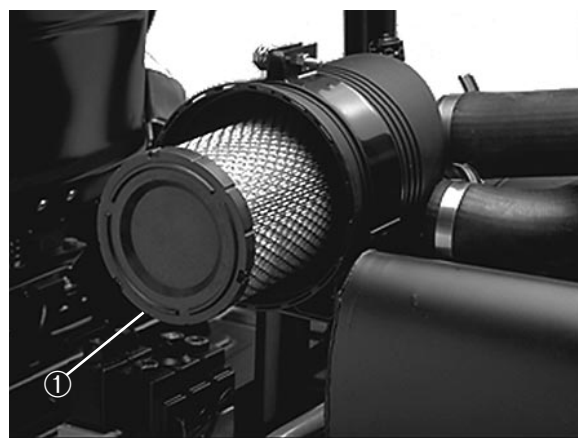

Fig. 33
2. Estrarre con cautela il filtro principale (Fig. 33) dal corpo per ridurre la quantità di polvere disturbata. Evitare di urtare il filtro contro il corpo, e non togliere il filtro di sicurezza.